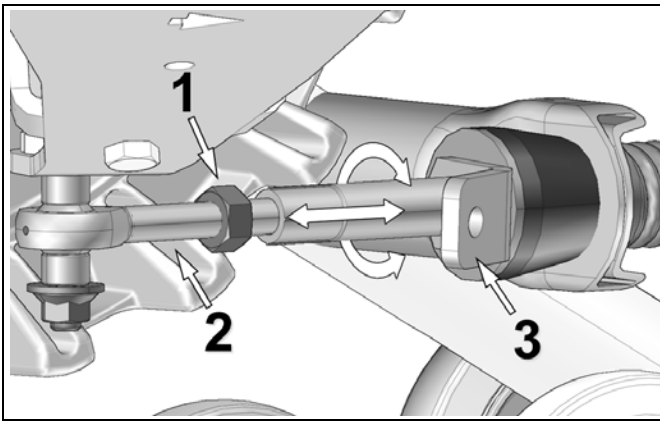

Abbildung 5
- Lösen Sie Gegenmutter (1). Stellen Sie die Länge des Stangenkopfes (2) ein, indem Sie das Lenkbegrenzer-Stützblech (3) des Stabilisierungsarms drehen. Verwenden Sie zur Drehung des Stützbleches einen 30 mm [1 3/16 Zoll] Schraubenschlüssel, um einen Abstand von **254 mm [10 Zoll]** vom Boden aus zu erzielen. Siehe Abbildung 5.